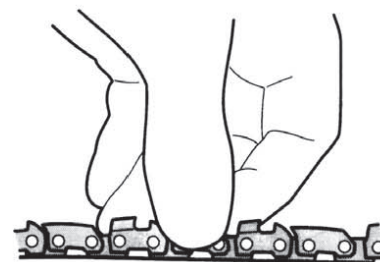

Figura 12
1. Tire de la cadena a mano a lo largo de la parte superior de la barra guía varias veces desde el motor hasta la punta de la barra. La cadena debe sentirse ajustada pero aún debe poder tirar de ella libremente. Ver Figura 12.